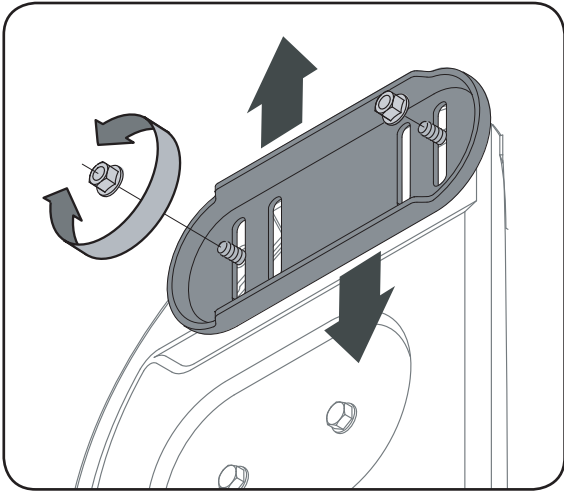

Figure 5-5 - Patins réversible en acier
- REMARQUE :** Certains modèles sont équipés de patins ultra-robustes qui peuvent être retournés pour accroître leur durée de vie. Si les patins sont retournés, ils doivent aussi être intervertis. Le "A" sur la pièce doit être orienté vers l'avant de la souffluse. Voir la Figure 5-5.